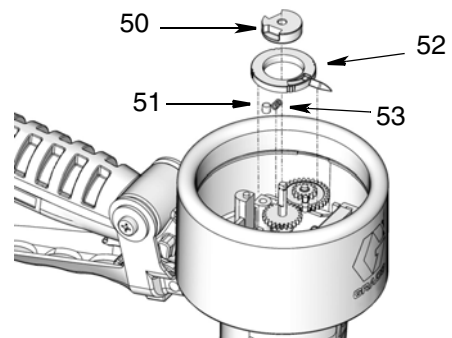

FIG. 23
4. Placer l'indicateur inférieur (52), le ressort (53), la goupille (51) et la cheville (50) comme montré sur la FIG. 23. Avec une clé hexagonale, visser et serrer la vis sans tête de la cheville.